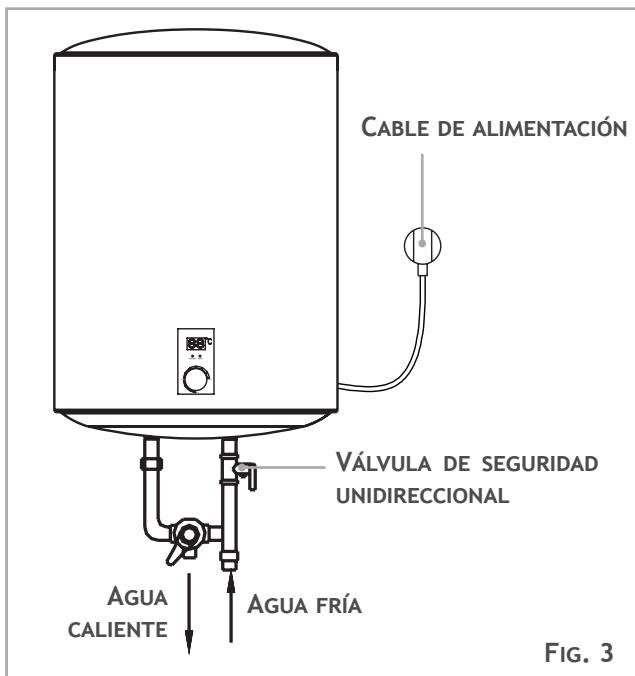

FIG. 3
4. LA VÁLVULA DE SEGURIDAD UNIDIRECCIONAL INSTALACIÓN VERTICAL ADJUNTA CON LA MÁQUINA DEBE (FIG.3) INSTALARSE EN LA ENTRADA DE AGUA FRÍA DE ESTA MÁQUINA (VER FIG.3).